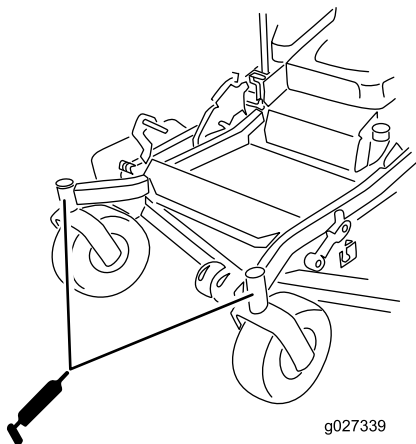

Figure 57
15. Remettez le bouchon hexagonal et le capuchon antipoussière en place (Figure 57).
16. Graissez les roulements des roues pivotantes (Figure 57).